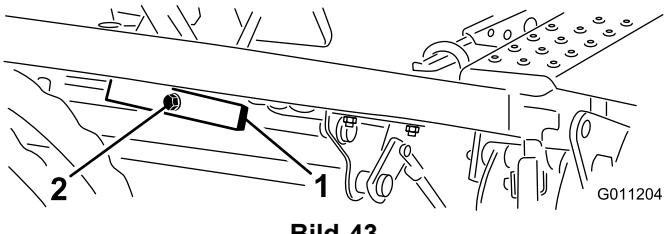

Bild 43
1. Lockern Sie die Mutter an der Rückseite der Hubschwenkplatte (Bild 43).
2. Drehen Sie die exzentrische Schraube (Bild 43) zum Anheben oder Absenken der Hubschwenkplattenfeder. Dadurch stellen Sie die Hubschwenplatte und Pedale gleich.